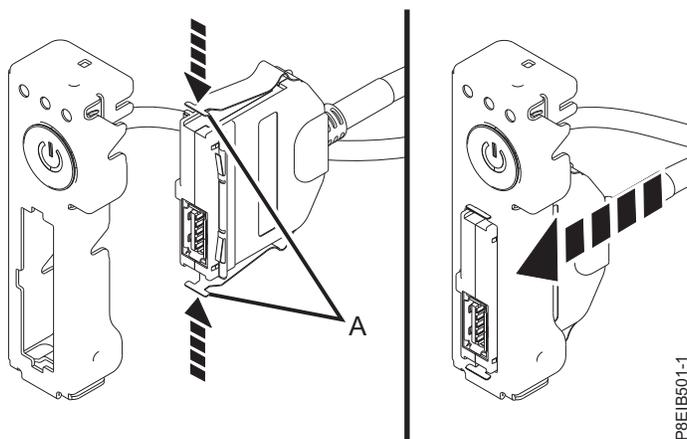

Figura 24. Conectando o cabo USB frontal e conector ao comutador de energia
3. Ao pressionar nas travas (A), conecte o cabo USB frontal e conector para o comutador de energia. Consulte Figura 24.